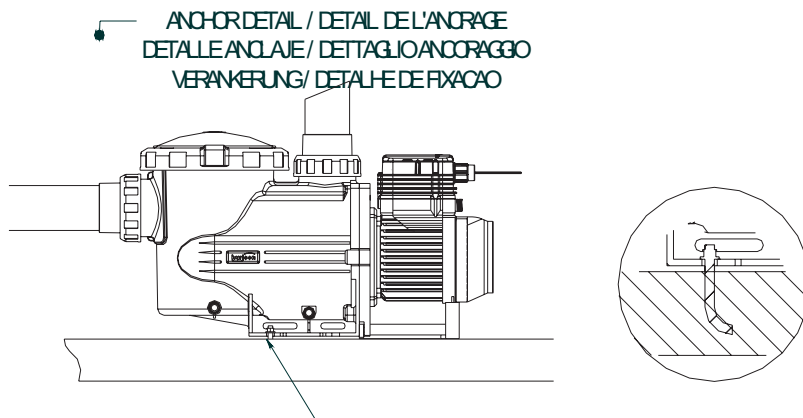

Abb. 2
- Zum Anschließen der Rohre verkleben Sie die Rohre mit den Verbindungsstücken, die zusammen mit der Pumpe geliefert wurden; die Anschlussstücke für die Ansaug- und Rücklauföffnung an der Pumpe haben ein Gewinde und verfügen über eine Dichtung, um Wasserverlust zu vermeiden (Abb. 2).
- Montieren Sie die Rücklaufleitungen senkrecht und mittig zu der Öffnung, an die sie angeschlossen werden sollen, um zu vermeiden, dass die Pumpe oder die Rohre äußeren Belastungen ausgesetzt sind, wodurch einerseits der Einbau erschwert würde und andererseits die Rohre brechen könnten (Abb. 2).
- Montieren Sie die Saugleitung mit einer Neigung von 2 % zur Pumpe, um die Bildung von Lufteinschlüssen zu vermeiden (Abb. 2).